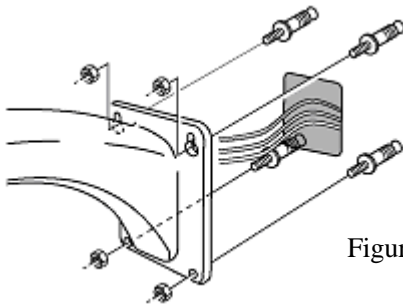

Figura 10
- 4) Instale el soporte en la pared, conecte el equipo antes si es necesario. (vea la Figura 10 y 11)